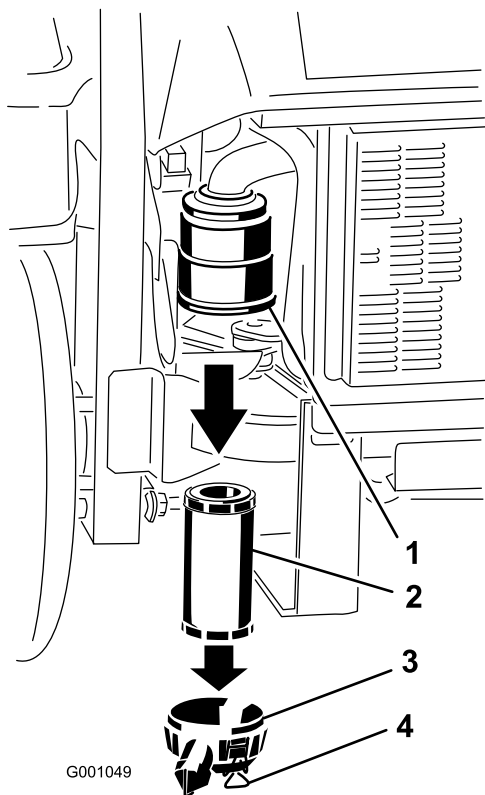

Figura 52
3. Abra los cierres del limpiador de aire y tire de la tapa de la entrada de aire para separarla del cuerpo del limpiador de aire (Figura 52).
5. Extraiga con cuidado el filtro del cuerpo del limpiador de aire (Figura 52).
2. Introduzca el filtro con cuidado en la carcasa del limpiador de aire (Figura 52).